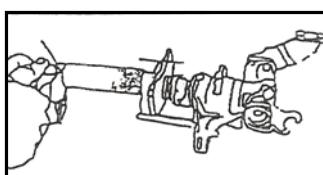

Abb. 4
Drücken Sie den Auslöser (2) und ziehen Sie den Hebel (4), um die Druckspindel (5) aus dem Bremskopf zu entfernen. Siehe Abb. 4 .